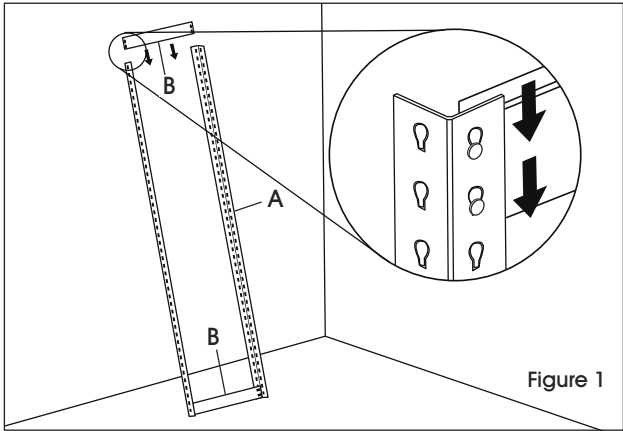

Figure 1
1. Connect two upright posts (A) by inserting a side support (B) at the bottom and top of the posts. (See Figure 1)
2. Repeat step one for the other two upright posts (A).
1. Reliez deux montants verticaux (A) en insérant un support latéral (B) dans le bas et le haut des montants. (Voir Figure 1)
2. Répétez l'étape 1 pour les deux autres montants verticaux (A).